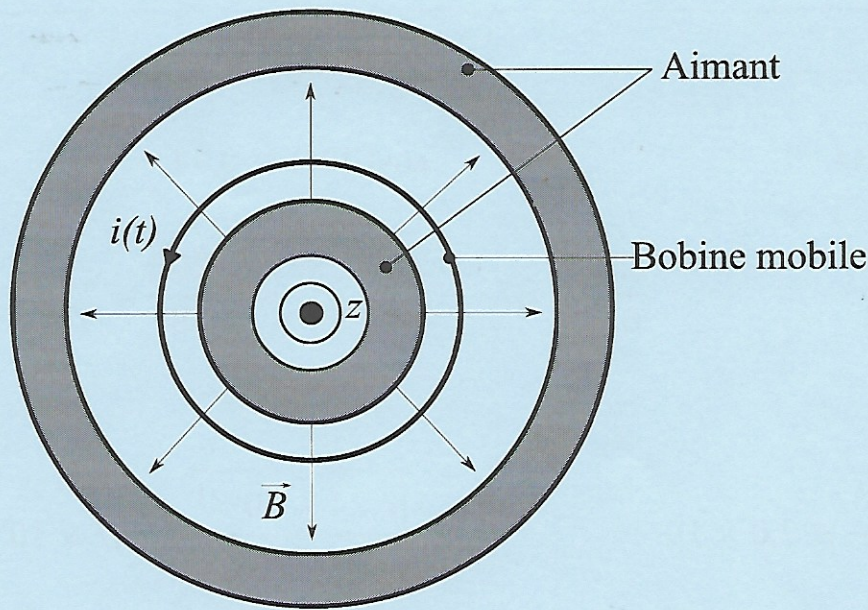

Figure 11 - Vue de face du système bobine - aimant
- d'un aimant fixe d'axe (Oz) créant un champ magnétique radial permanent $\vec{B} = B \vec{u}_r$ (**figure 11**) où B est la norme du champ magnétique supposée constante en tous points de l'entrefer et $\vec{u}_r$ est un vecteur unitaire dirigé selon le rayon de la bobine mobile et perpendiculaire à l'axe (Oz) ;
La bobine est alimentée par un générateur extérieur délivrant la tension $u(t)$. Il apparaît un courant $i(t)$ dans la bobine orienté dans le sens indiqué sur la **figure 11**.